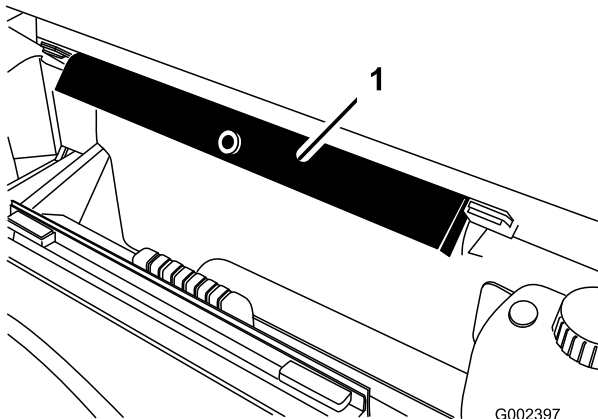

Bild 11
- 8. Nehmen Sie die Ladepritschenstütze aus den Einlagerungshalterungen hinten an der Überrollschutzplatte (Bild 11).